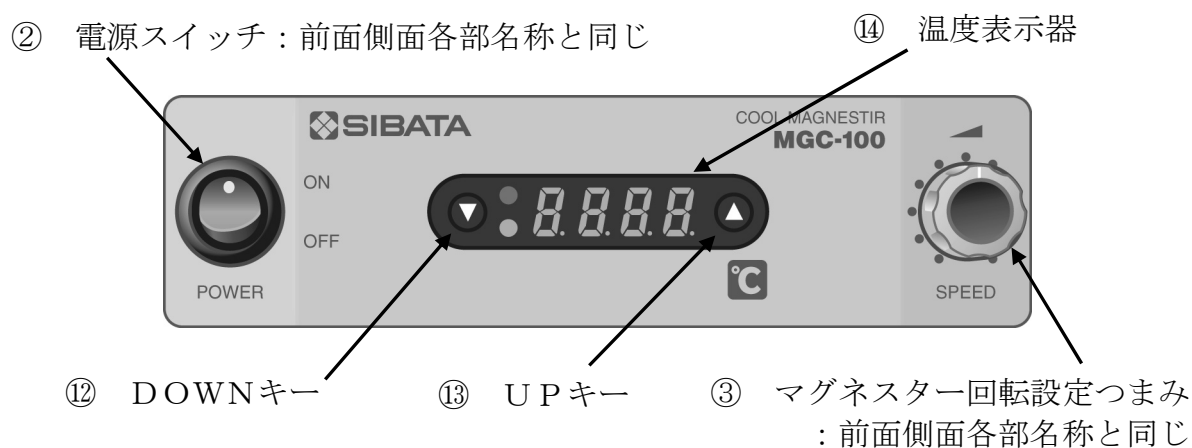
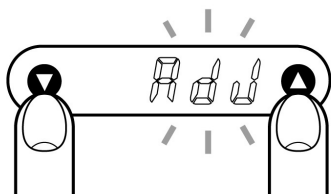
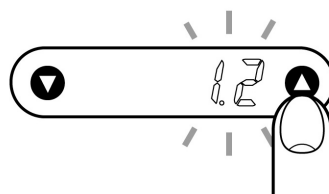

図3. 操作パネル各部名称と働き
図9. 補正開始
図10. 補正值入力
- 3) 図3. 操作パネル各部名称と働きの中の⑬UPキーと⑫DOWNキーを同時に長押しすると、⑭温度表示器部に「ADJ」と「0.0」が交互に点滅します。(図9. 参照) 点滅中に⑬UPキーを押して、「1.2℃」を入力します。(図10. 参照)